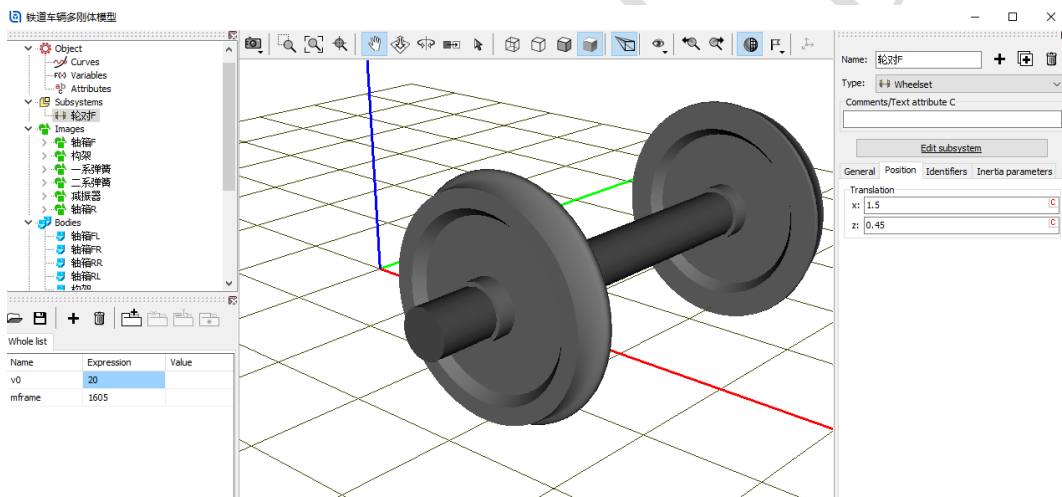

图 3-7
- 11) 切换到 **Position** 界面，设置轮对 **F** 子系统在总体坐标系中的位置，纵向前移 **1.5**，垂向上移 **0.45**，如图 3-7。